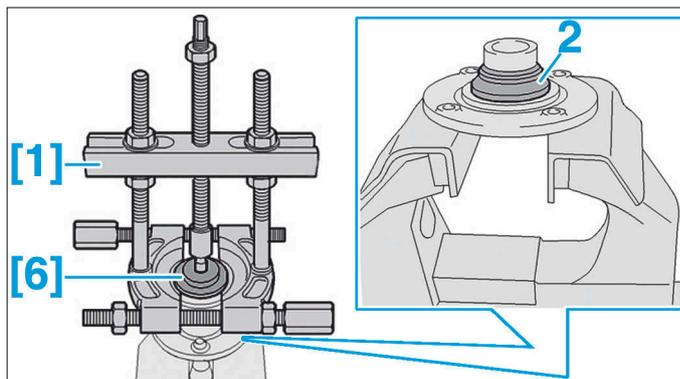
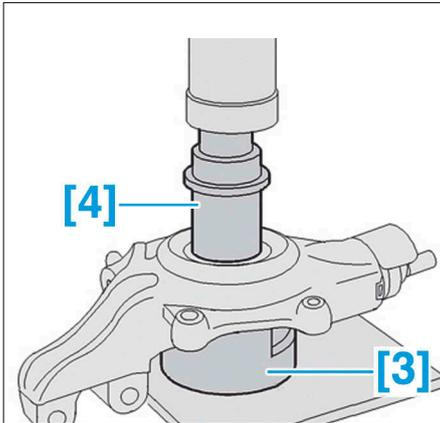

FIG. 24
FIG. 25
- Mettre en place les outils [6] et [1] (Fig.24).
- Extraire la cage intérieure (2) du roulement.
- Repositionner la cage intérieure (2) dans son logement.
- Mettre en contact l'outil [4] avec la cage du roulement (Fig.25).